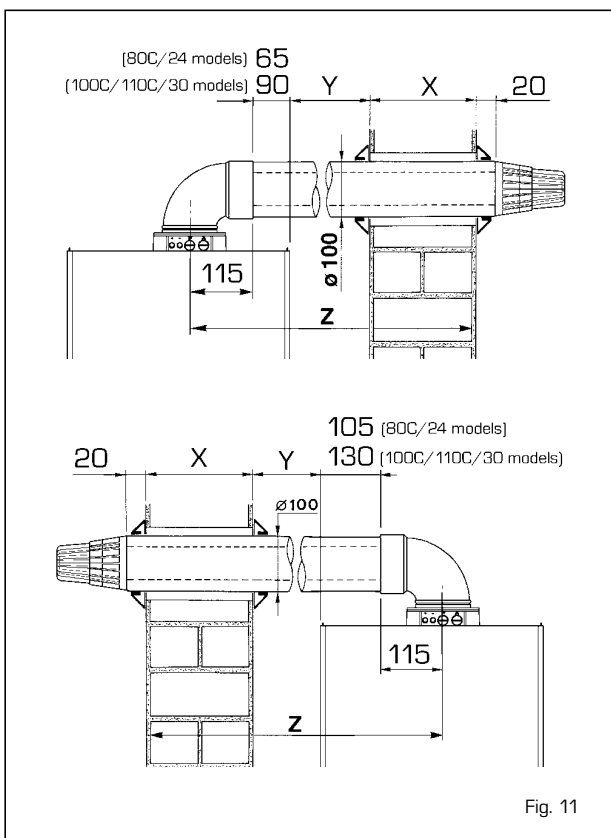

Fig. 11
**Side flue outlet** (Only - fig. 11)